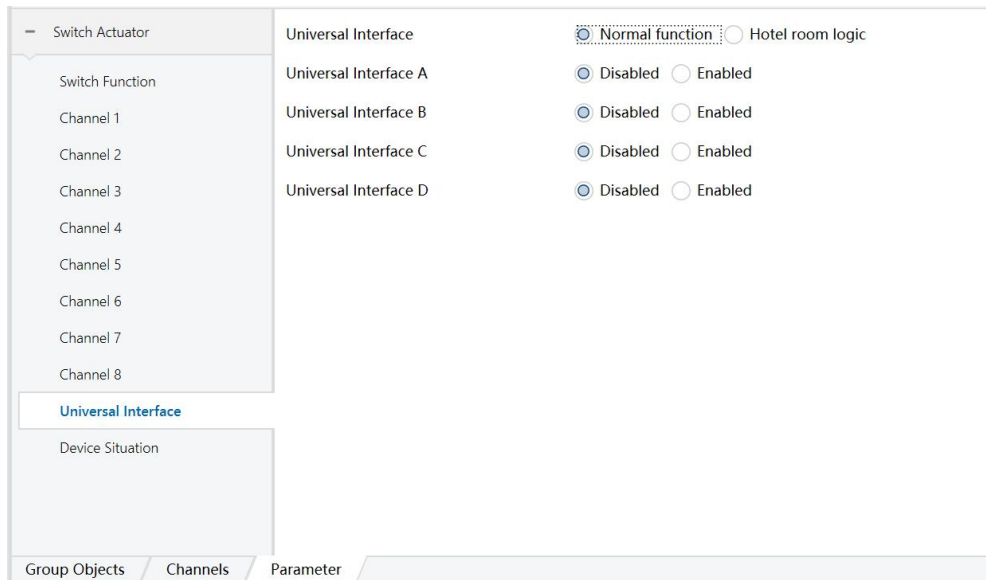

图 6.2.1
1) 在“Universal Interface”参数设置界面,有“Normal function”正常功能和“Hotel room logic”酒店逻辑功能两种,当选择“Hotel room logic”时有以下参数,如图 6.2.1 所示;